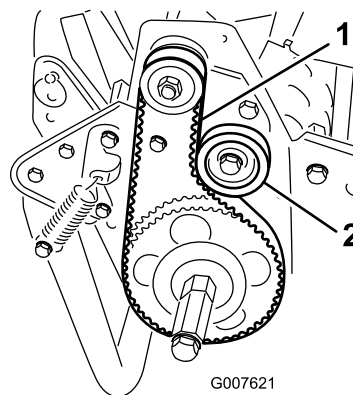

Figura 41
2. Compruebe la tensión presionando la correa en el punto intermedio entre las poleas (Figura 41) con una fuerza de a 18–22 N. La correa debe desviarse 6 mm.
- A. Afloje la tuerca de montaje de la polea tensora y pivote la polea tensora en el sentido de las agujas del reloj contra la parte trasera de la correa, hasta obtener la tensión deseada (Figura 41).